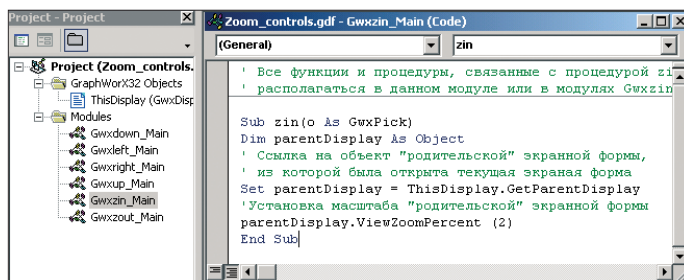

Рис. 19. Сценарий VBA для одной из кнопок, управляющей масштабом основной экранной формы
2. Настроить действие «Выполнить сценарий VBA» для каждой из кнопок управления и ввести текст сценария (листинг 5), содержащий ссылку на основную экранную форму и команду управления её масштабированием (рис. 19).